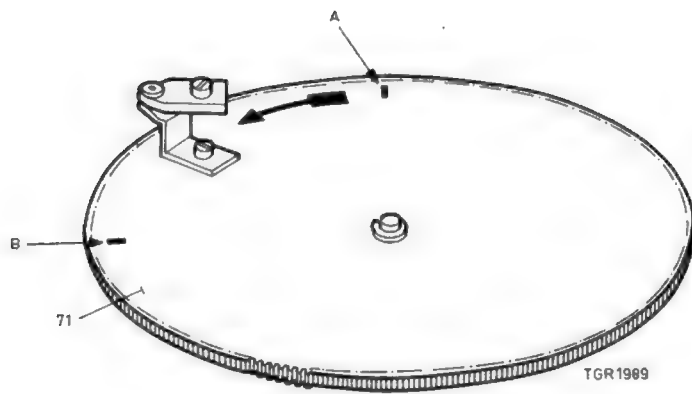

Fig. 18
#### Instelling van de grote commandoschijf pos. 71, zie fig. 18
Veer pos. 138 moet zodanig worden ingesteld, dat de sperhaak pos. 123 in de standen "weergave" en "rust", de grote commandoschijf respectievelijk op de markeerpunten A en B blokkeert ( $\pm 2$  tanden), zie fig. 18.